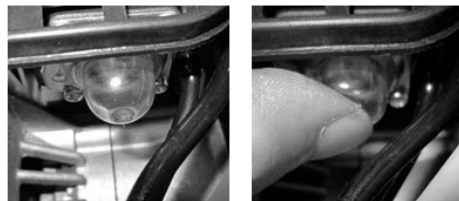

Fig.12
- 1) Appuyez plusieurs fois sur le cylindre d'amorçage jusqu'à ce qu'il se remplisse de carburant. (fig.12)